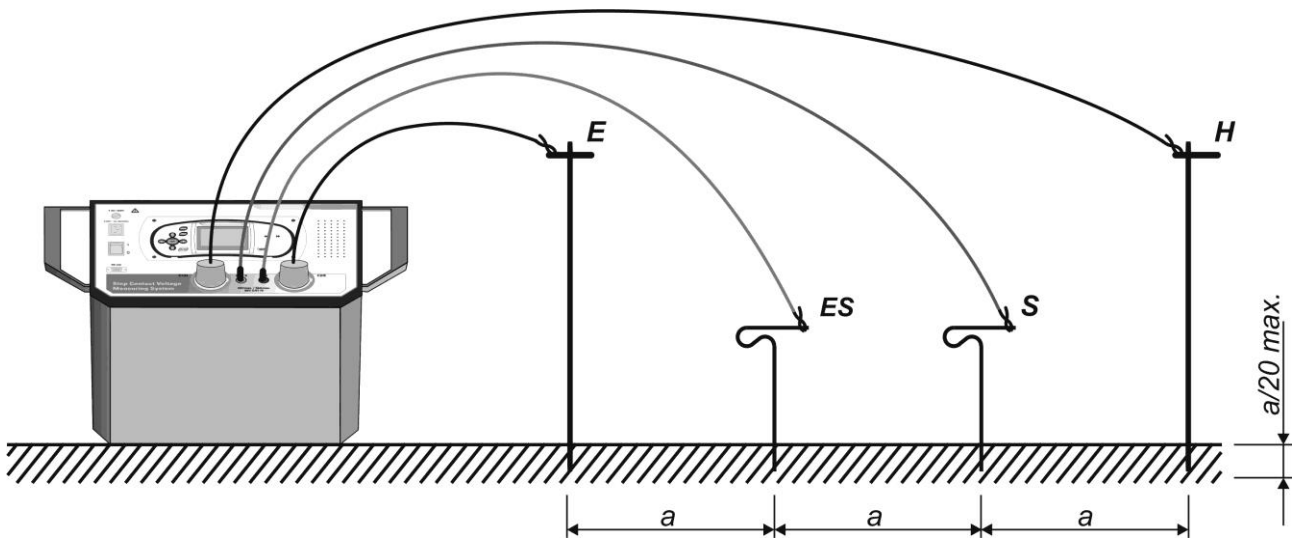

Fig. 27: Conexión del instrumento para medida de resistividad del terreno
La medida de resistividad la realiza sólo la unidad de potencia HT2055S aprovechando el método Wenner utilizando 4 sondas auxiliares posicionadas a una distancia "a" entre sí programable sobre el instrumento en acuerdo al esquema mostrado en la Fig. 27
- 4 Entierre las sondas auxiliares de prueba equidistantes al valor “a” configurado sobre el instrumento y conecte los terminales de entrada C1/H, C2/E (sondas de corriente), ES y ES (sondas de tensión) al sistema de tierra en prueba usando los cables en dotación como se muestra en Fig. 27